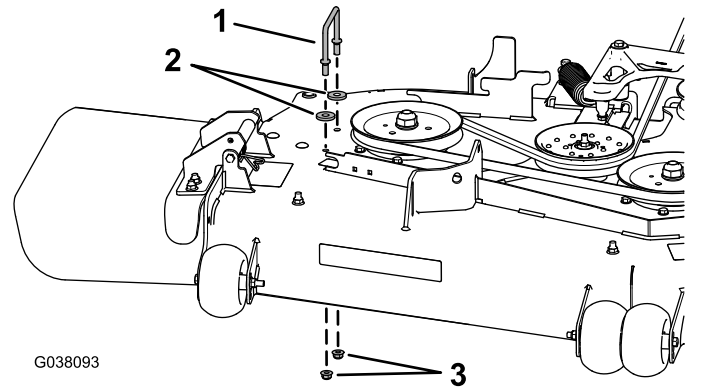

Figure 16
3. Déposez le support du protège-courroie droit, **2 rondelles (plateau de coupe de 152 cm seulement)** et 2 écrous à embase du plateau de coupe (Figure 16).